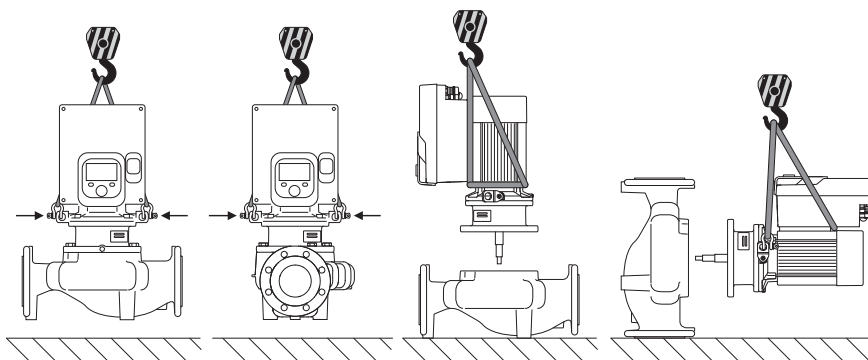

Fig. 6: Løfteretning enkeltpumpe
Pumpen skal transporteres ved hjælp af tilladt transportgrej (f.eks. sjækkel, kran etc.). Transportgrejet skal fastgøres på transportringene, der sidder på motorflangen. Skub om nødvendigt løftestroppe ind under adapterpladen (Fig. 6/7). Sørg for at sikre pumpen, så den ikke kan vælte.
1. Lad to transportringe (Fig. I, pos. 30) blive på motorflangen.
2. Fastgør indstikssættet (Fig. 4) som sikring med egnet løftegrej i transportringene. For at undgå at enheden vælter, skal du lægge en remsløjfe rundt om elektronikmodulets motor og adapter, som vist i Fig. 6. Sørg ved fastgørelsen for ikke at komme til at beskadige elektronikmodulet.
3. Løsn og fjern skruerne (Fig. I/II, pos. 29).